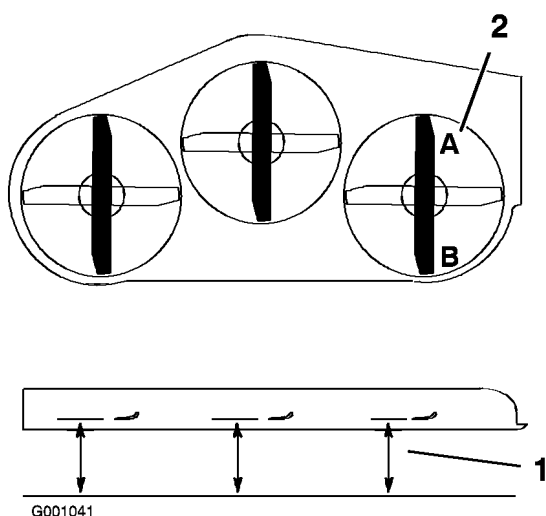

Figure 66
1. Tournez la lame droite dans le sens longitudinal (Figure 66).
2. Mesurez la distance au point **A** entre la surface plane et le tranchant de la pointe de la lame droite (Figure 66).
4. Mesurez la distance au point **B** entre la surface plane et le tranchant de la pointe de la lame droite (Figure 66).
6. La lame doit être plus basse de 6 à 10 mm au point **A** qu'au point **B** (Figure 66). Si ce n'est pas le cas, passez aux étapes suivantes.